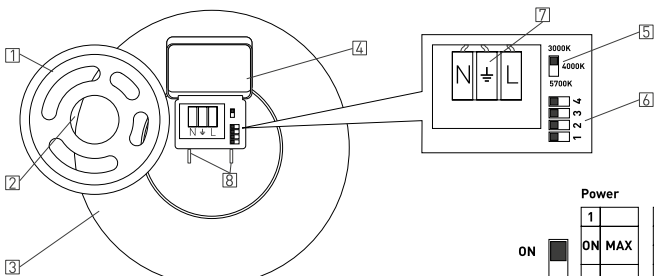

Рис. 1. Установка и настройка светильника
- 3.2. Перед установкой светильника следует настроить требуемый режим работы. Для этого предусмотрены DIP-переключатели датчика движения и освещения [6] и переключатель ССТ [5], расположенные внутри светильника. Для доступа к ним необходимо снять монтажное основание [1], повернув его против часовой стрелки относительно корпуса светильника [3] (см. рис. 1), и открыть крышку коммутационного отсека [4], зажав держатели [8] и поднимая крышку [4] вверх.